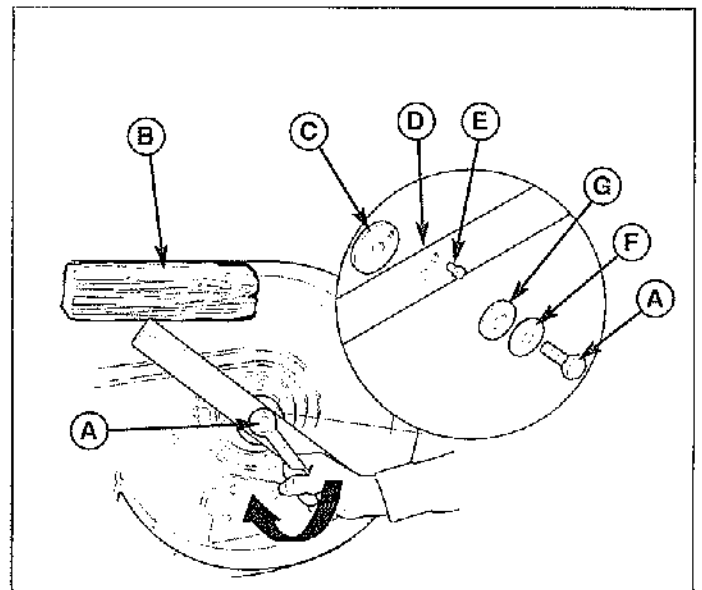

Figure 36. Installation de la lame
**Modèles de 102 cm :** Veiller à ce que les lames soient perpendiculaires l'une à l'autre comme l'indique la figure 36. Si ce n'est pas le cas, effectuer la procédure de synchronisation des lames de tondeuse figurant dans cette section. Remonter la rondelle cannelée (G), la rondelle élastique (F) et le boulon de fixation (A). Bloquer la lame avec une cale en bois (B) pour l'empêcher de tourner et serrer le boulon de fixation (A) à 61-75 Nm.
4. Retirer le boulon de fixation (A, figure 36), la rondelle élastique (H), la rondelle cannelée (G) et la rondelle plate (F).
5. Retirer la goupille de positionnement (E, figure 36). Faire tourner la lame (D) à la main jusqu'à ce que les lames soient perpendiculaires l'une à l'autre comme l'indique la figure 37. Il est peut-être nécessaire de retirer et de faire tourner le raccord de lame (C) pour aligner le trou de lame sur le trou de raccord.
6. Remonter la goupille de positionnement (E), la rondelle cannelée (G), la rondelle élastique (F) et le boulon de fixation (A). Bloquer la lame avec une cale en bois (B) pour l'empêcher de tourner et serrer le boulon de fixation (A) à 61-75 Nm.